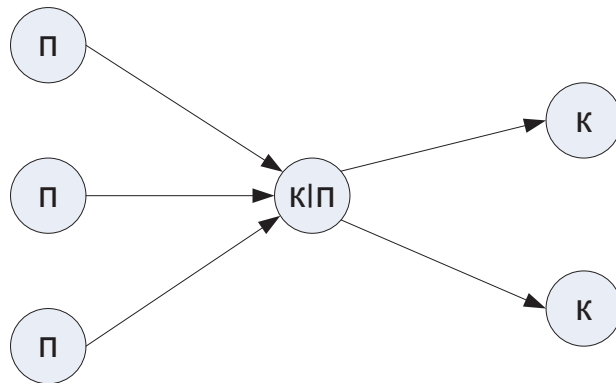

Рис. 5.2. Послідовність виконання робіт:
2. Роботи, що виходять з деякої події, не можуть початися доти, доки не будуть завершені всі роботи, що входять в цю подію (рис. 5.2).